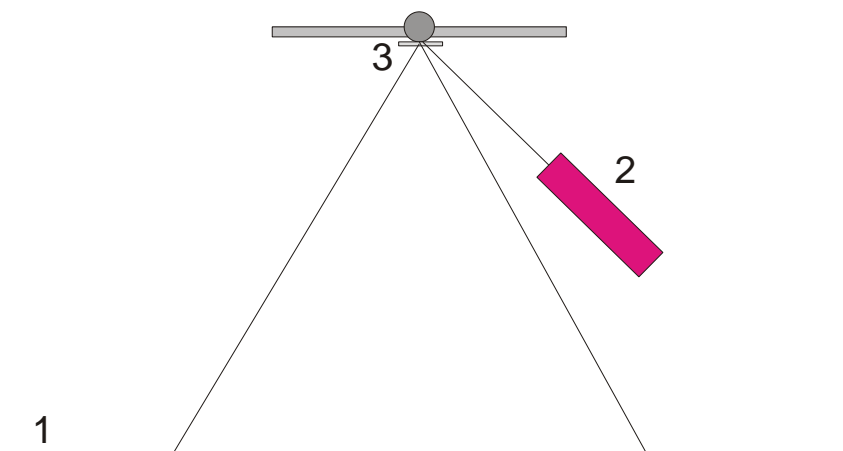

Fig. 5 Montagem do indicador de luz para o ajuste do ponto zero (1 parede, 2 laser, 3 espelho)
- Montar a balança de torção sobre uma mesa de trabalho livre de abalos em aprox. 2 m até 3 m defronte uma parede lisa e conectar com o computador (ver Fig. 5).